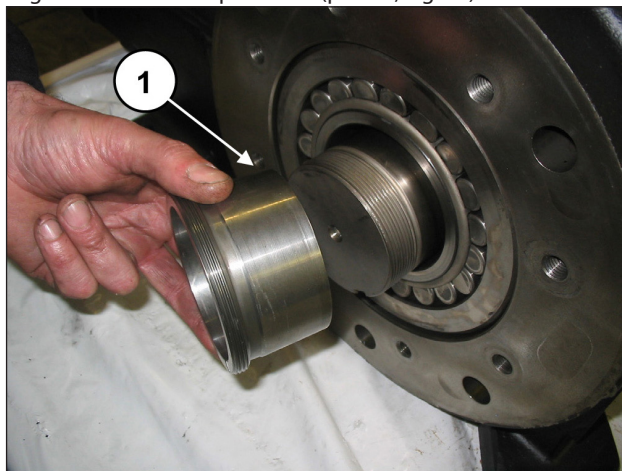

Fig. 26
Togliere la bussola di pressione (pos. ①, Fig. 26).